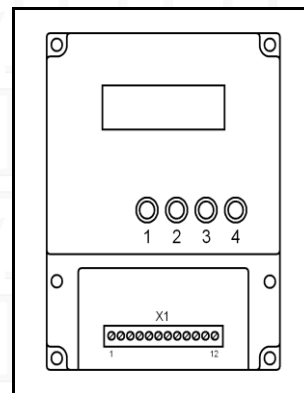

Рисунок 3.
4.3 Подключение соединительных проводов к клеммным колодкам блока контроля должно происходить в соответствии с рис.3 руководства по эксплуатации.
6.3 Контроллер монтируется в щите или пульте, для этого предусмотрены четыре крепежных отверстия. Клеммная колодка для подключения к внешним цепям находится на передней панели под крышкой, расположенной в нижней части контроллера. Сечение жил кабеля не должно превышать 2.5 мм². Схема расположения выводов контроллера представлена на рис.3.